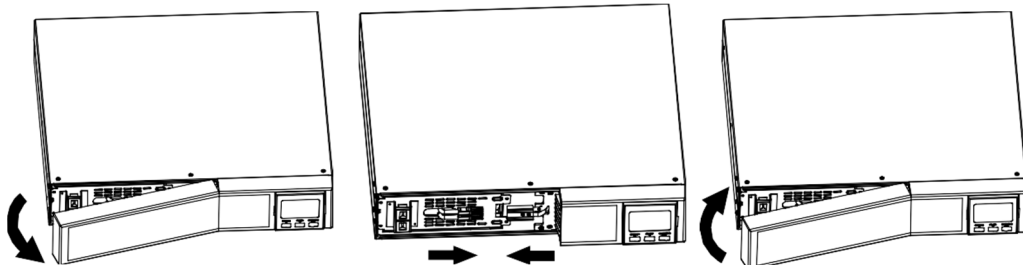

Рисунок 10 – Порядок подключения встроенной батареи ИБП
7.1.6 Для предотвращения самопроизвольного включения при транспортировке ИБП исполнения R-VE поставляются с отключенной встроенной батареей. Подключение встроенной батареи следует производить в следующей последовательности (рисунок 10):